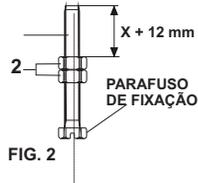

FIG. 2
- 2- Ajustar a porca (2) sobre o parafuso (1) deixando desde a extremidade do parafuso até a porca uma medida de aproximadamente X + 12 mm conforme a fig. 2, e apertar as porcas (2) uma contra a outra.